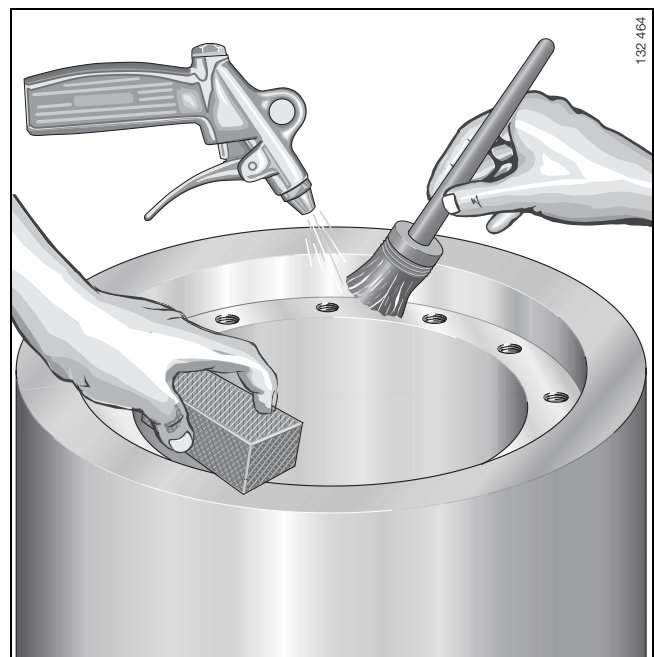

Bild 1 · Anschlusskonstruktion vorbereiten
- vorhandene Grate mit Ölstein entfernen (Bild 1).
Reinigung (Bild 1):